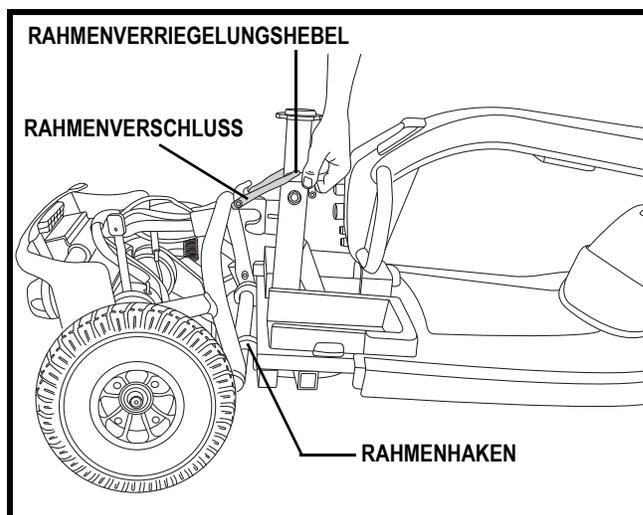

Abb. 22. Rahmenentsicherung
2. Ziehen Sie den Rahmenverriegelungshebel nach oben. **Siehe Abb. 22.**
3. Heben Sie das Vorderteil nach oben, bis sich die Rahmenhaken des vorderen Rahmenteils vom hinteren Teil löst. **Siehe Abb. 22.**
3. Befinden sich die Rahmenhaken über der unteren Rahmenstange, senken Sie das Vorderteil komplett ab. Damit wird der Rahmenverschluß aktiviert. **Siehe Abb. 22.**